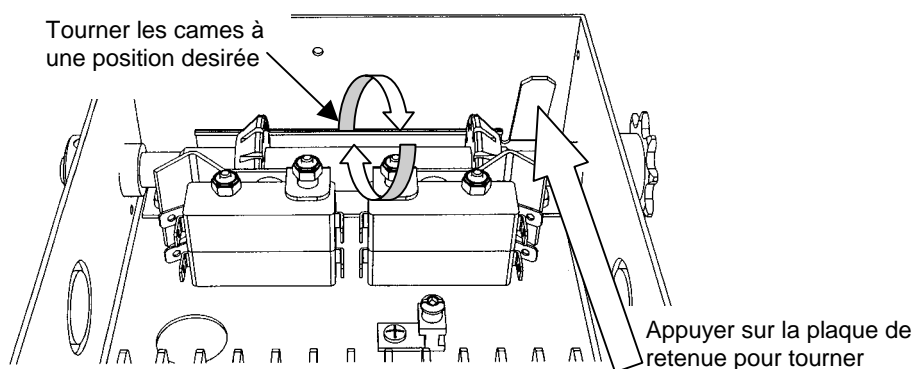

Figure 21 Ajustement des interrupteurs de fin de course
3. Appuyez sur la palque de retenue des cames et tournez la came "Position Ouverte" (Figure 21).